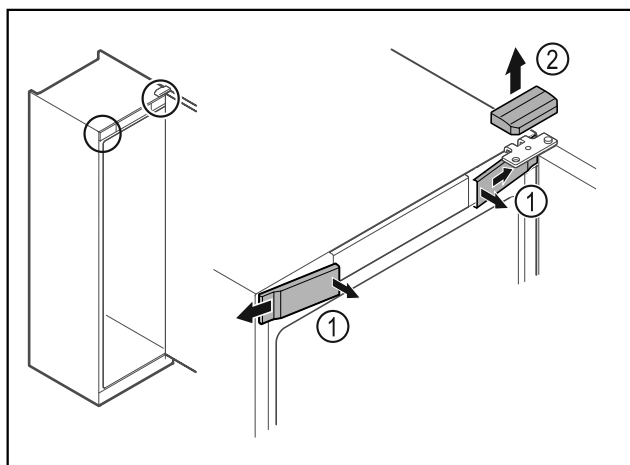

Fig. 16
- Lossa skydden fram Fig. 16 (1) på insidan och ta av dem åt sidan.
- Ta av det övre skyddet Fig. 16 (2) uppåt.